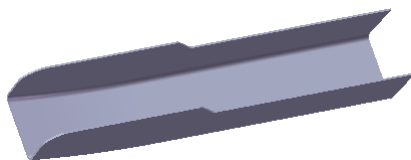

图 12.4.6 抽壳 1
Step5. 创建图 12.4.6 所示的零件特征——抽壳 1。
(1) 选择命令。选择下拉菜单 **插入(I)** → **特征(F)** → **抽壳(S)...** 命令。